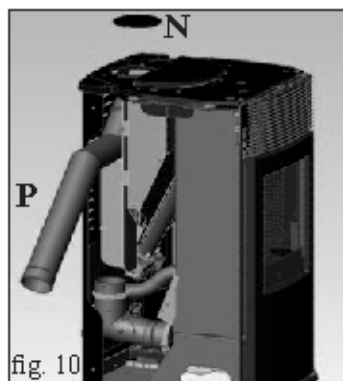

fig. 10
- Rimuovere il tappo in ghisa (N - fig. 10) in appoggio sul top e calzare dal fianco della stufa il tubo uscita fumi (P - fig. 10).